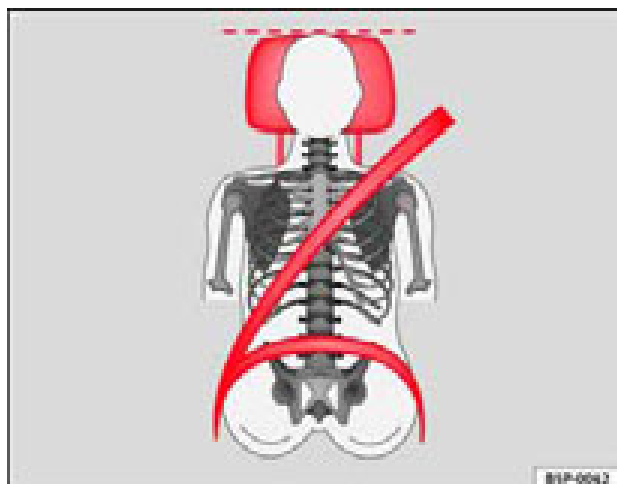
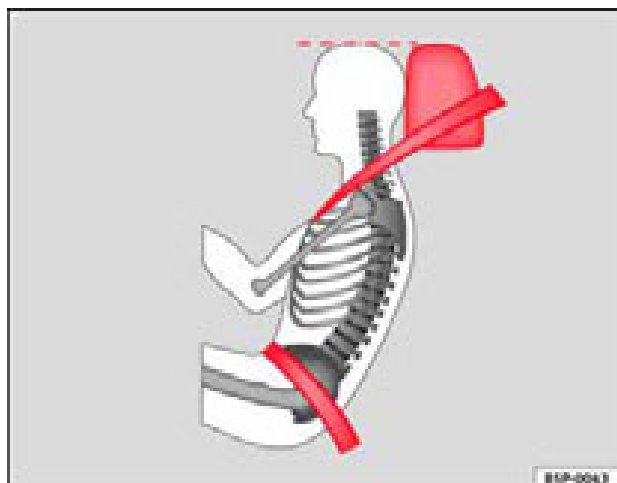

Fig. 3 Apoyacabezas ajustado correctamente visto de frente
Fig. 4 Apoyacabezas ajustado correctamente visto lateralmente
- Ajuste el apoyacabezas de modo que el borde superior quede, en la medida de lo posible, a la altura de la parte superior de la cabeza, como mínimo a la altura de los ojos. ⇒ **fig. 3** y ⇒ **fig. 4**.